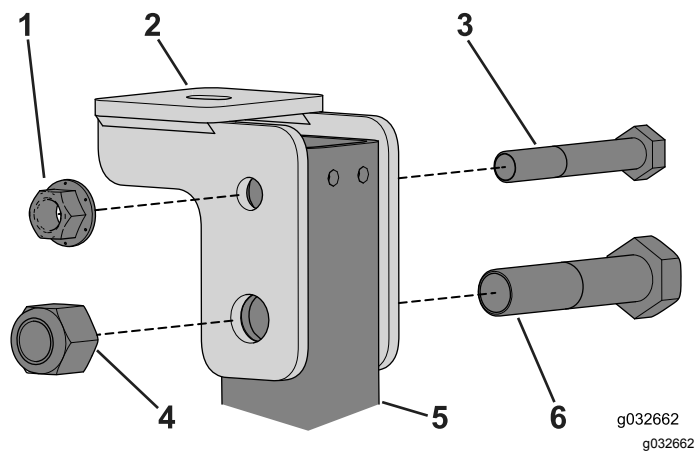

Figura 111
- Retire os parafusos que prendem o suporte da montagem da cabina ao tubo do ROPS na traseira da estrutura da cabina (Figura 111).